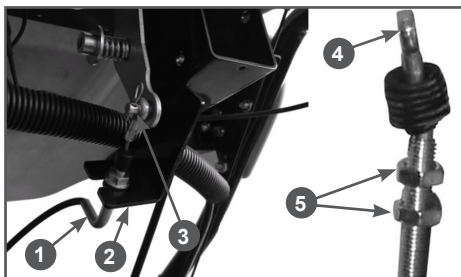

Рис. 11 Установка троса управления дефлектором
11. Подключите трос управления дефлектором к рычагу управления дефлектором. Смажьте наконечник троса 4 и ось 3 рычага управления дефлектором многоцелевой консистентной смазкой CHAMPION EP-0. Установите наконечник троса 4 на ось 3 рычага управления дефлектором и закрепите его шплинтом (Рис. 11). Вставьте оболочку троса в кронштейн 2 панели и затяните гайки 5 (Рис. 11). Проверьте управление дефлектором. При перемещении рычага управления деф-